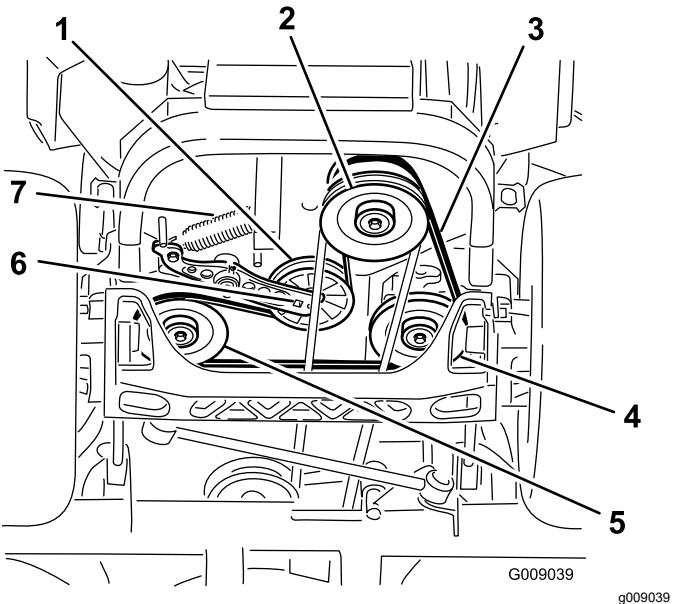

Figure 81
4. Soulevez la machine sur des chandelles (Figure 81).
5. Insérez un rochet dans le trou carré du bras de la poulie de tension pour déposer le ressort de la poulie de tension (Figure 81).
6. Décrochez le ressort de tension sur le cadre (Figure 81).
9. Insérez un rochet dans le trou carré du bras de tension pour installer le ressort de la poulie de tension sur le cadre (Figure 81).